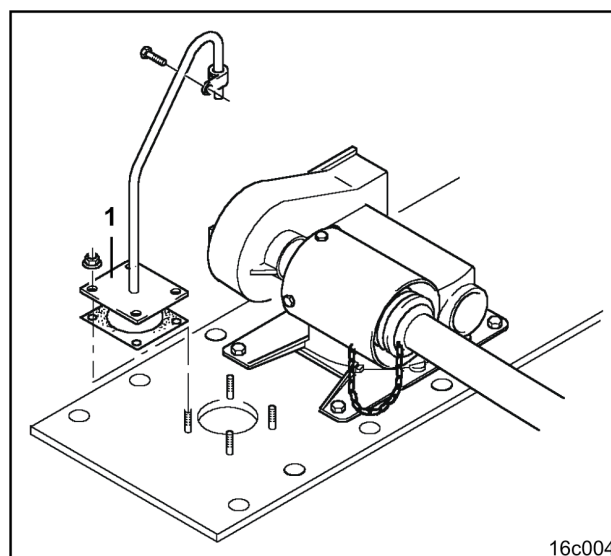

Fig. 117
Der Ölstand in der Stirnradwanne (Fig. 117) ist alle 100 Betriebsstunden zu kontrollieren. Zuvor Kontrolldeckel (Fig. 117/1) mit Entlüftungsrohr entfernen.
**Der Kontrolldeckel (Fig. 117/1) ist mit einem Entlüftungsrohr ausgerüstet. Die Entlüftung muss stets gewährleistet sein, um Schäden zu verhindern!**